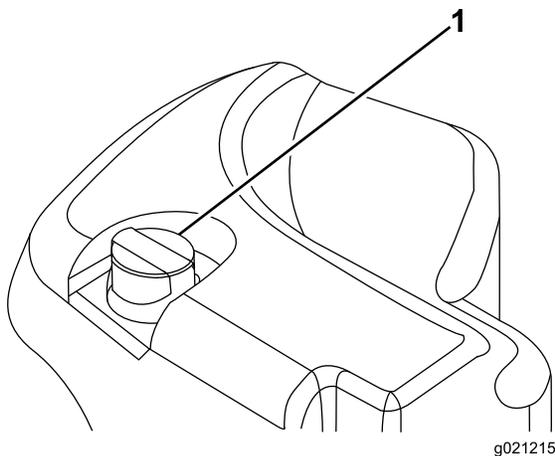

図 32
2. 油圧オイル・タンクの注油口周辺をきれいに拭き、キャップ図 32を外す。